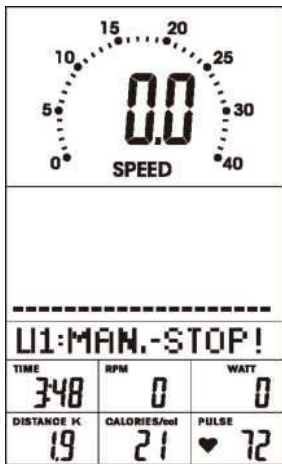

Figure 14
1. Appuyez sur ENTER pour lancer le mode MANUEL, l'écran clignotera (FIGURE 14).
1. Une fois le mode MANUEL sélectionné (FIGURE 14), utilisez la roue pour ajuster le niveau de résistance (de 1 à 16) et appuyez sur ENTER pour valider.